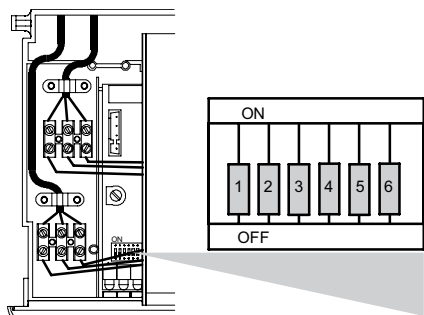

Figura 9.22
- Una volta completata la memorizzazione togliere alimentazione elettrica alla caldaia e riportare i DIP switch in posizione OFF (Figura 9.22)